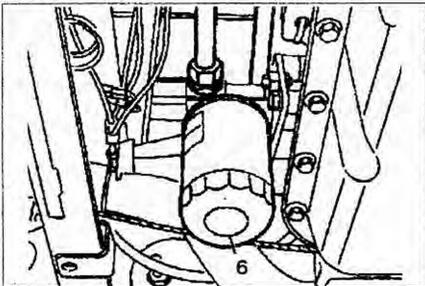

Рис. 1.18. Замена наружного фильтра.
1. Ослабьте наружный фильтр **6**, используя ременную ключ, и снимите его (рис. 1.18).
12. Замените наружный фильтр **6** (рис. 1.18).